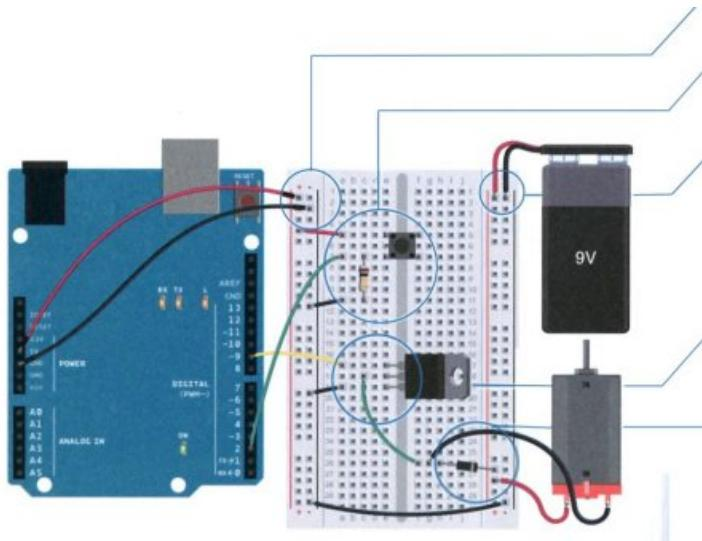

Figura 1
- 3** Cuando se utilizan circuitos alimentados con diferentes tensiones, es necesario conectar las masas de ambos circuitos juntas para así tener una masa común. Conectar la pila de 9V la placa de pruebas usando el clip para este tipo de pilas. Conectar la masa de la batería (cable negro) a la masa de Arduino en la placa de pruebas mediante un cable que hace de puente, como se puede ver en la figura 1. Conectar el cable rojo de la pila a la placa de pruebas en la segunda columna, columna de la derecha, siendo esta conexión la que alimenta al motor directamente.
- 5** Lo siguiente, conectar los cables de alimentación del motor a la placa de pruebas, tal y como se puede ver en esta ilustración. El último componente que hay que añadir es el diodo. El diodo es un componente que tiene polaridad, solo se puede montar de una forma determinada en el circuito. Observar que el diodo en uno de sus extremos tiene una franja blanca. Este extremo del diodo es el negativo y se conoce con el nombre de cátodo (por donde sale la corriente). El otro extremo es el positivo o ánodo (por donde entra la corriente). Conectar el ánodo del diodo al cable negro del motor (masa) y el cátodo de este diodo al cable rojo del motor (alimentación positiva), tal y como se ve en esta figura 1. Parece que el diodo está conectado al revés, en realidad sí que es así. El diodo ayuda a eliminar cualquier tensión inversa inducida producida por el motor y que pueda retornar al transistor estropeándolo. Recordar, la tensión inversa inducida siempre aparece con una polaridad contraria a la tensión que se aplica para producirla.